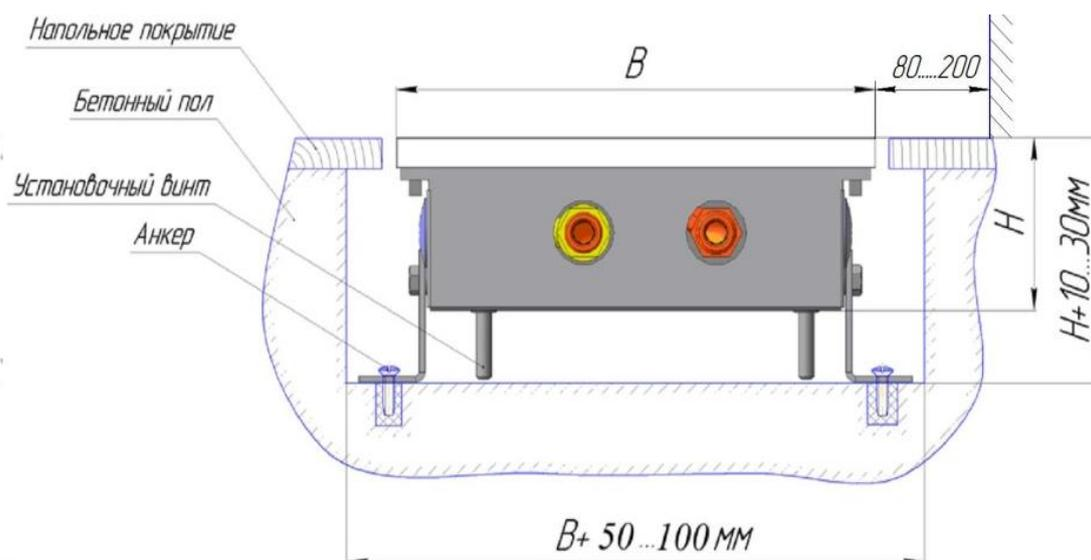

Рисунок 2- Установочные размеры.
7.9. Корпус конвектора должен быть установлен строго горизонтально в выполненной в полу нише, глубина и ширина которой зависит от высоты и ширины корпуса (см. рис. 2.). Высота ниши должна быть равна высоте корпуса конвектора плюс 10...30мм; ширина ниши должна равняться ширине конвектора плюс 50...100мм; рекомендуемое расстояние от стены составляет 80...200мм.